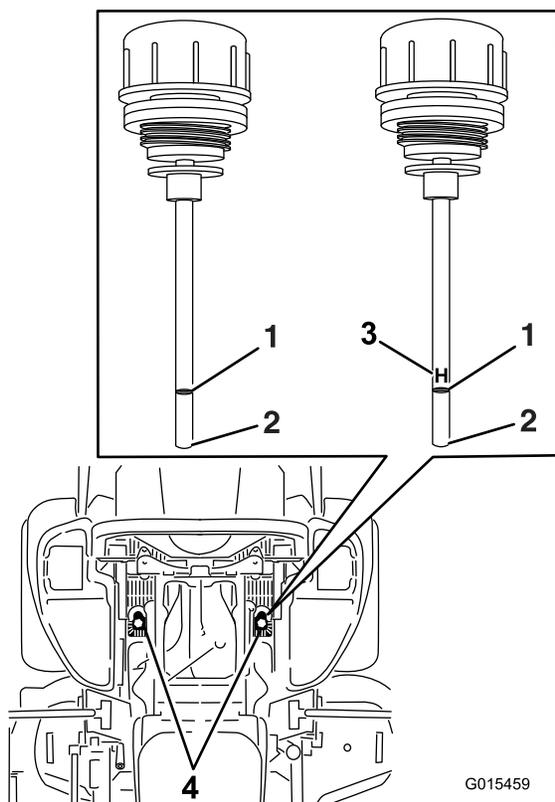

Рисунок 103
5. Очистите зону вокруг масломерных щупов баков гидравлических систем (Рисунок 103).
6. Извлеките один масломерный щуп из гидравлического бака (Рисунок 103).
8. Извлеките щуп и посмотрите на его конец (Рисунок 103).